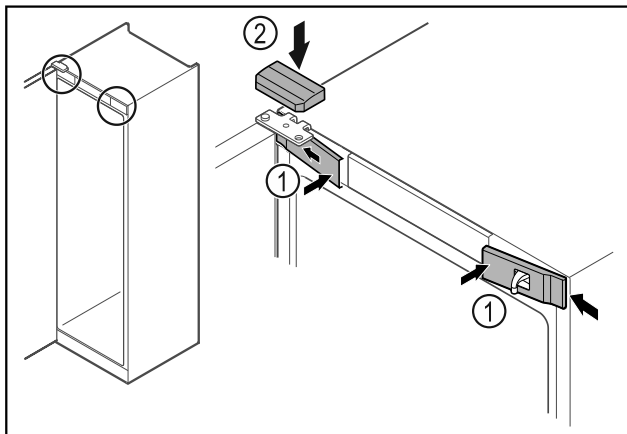

Fig. 46
- ▶ Αναρτήστε τα μπροστινά καλύμματα Fig. 46 (1) στο πλάι και κουμπώστε τα.
- ▶ Κουμπώστε το επάνω κάλυμμα Fig. 46 (2) από πάνω.